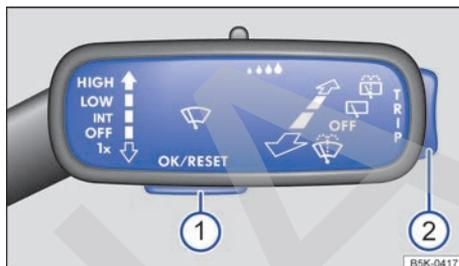

Fig. 21 En el lado derecho de la columna de dirección: teclas de la palanca del limpiacristales (representación esquemática).
Mientras haya una advertencia con prioridad 1 → pág. 21, no se podrá acceder a ningún menú. Algunas advertencias se pueden confirmar y ocultar con la tecla → fig. 21 ①.